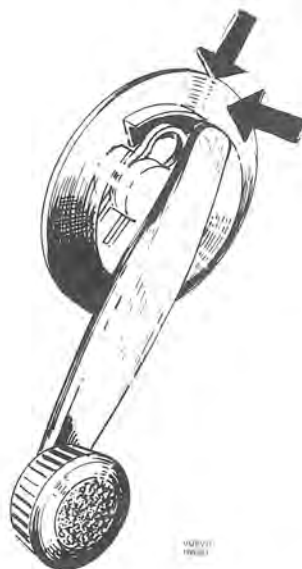

Bild 14. Demontering av hissvev
2. Lossa hissveven genom att trycka brickan in mot dörrklädseln och sedan mot hissveven i samma riktning som veven (bild 14). Härvid frigörs spär-
Vid montering tillses att spärryttaren monteras så att dess öppna ände vänds mot vevhandtaget enligt bild 14.